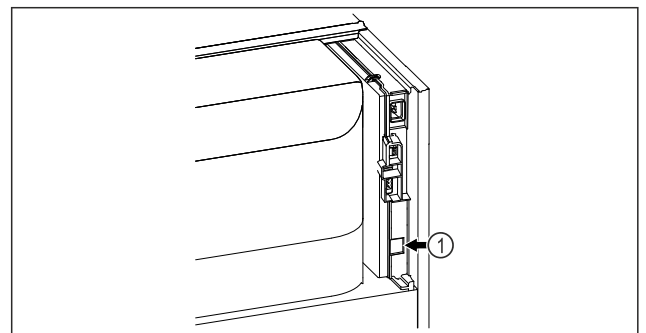

Fig. 59
- SmartModule Fig. 59 (1) è inserito.